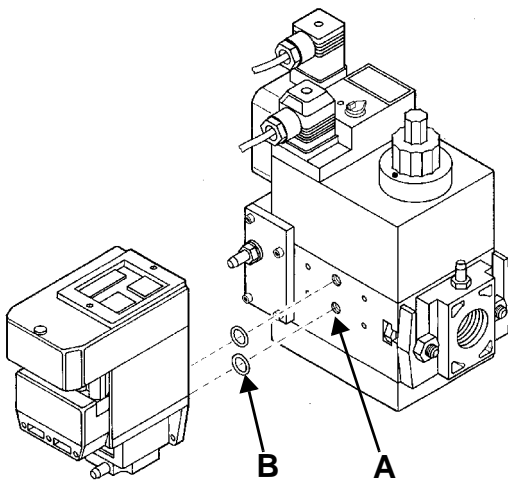
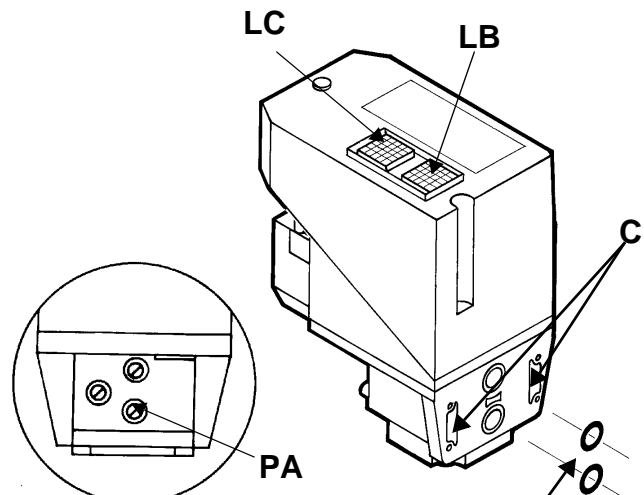

Fig. 21
Fig. 22
- 3 quitar los tornillos de cierre del grupo Multibloc (Fig. 21-A);
- 4 colocar los anillos de estanqueidad (10,5 x 2,25) en el VPS 504 (Fig. 22-B, Fig. 21-B);
- 5 apretar los 4 tornillos de control de estanqueidad (M4 x 16) Fig. 21-C.
Si se desea realizar un control, introducir un manómetro en la toma de presión **PA** en Fig. 22. Si el ciclo de prueba resulta positivo, después de algunos segundos se enciende la lámpara de consenso **LC** (amarilla). En caso contrario se enciende la lámpara **LB** de bloqueo (roja). Para reiniciar es necesario desbloquear el equipo presionando el pulsador luminoso **LB**.